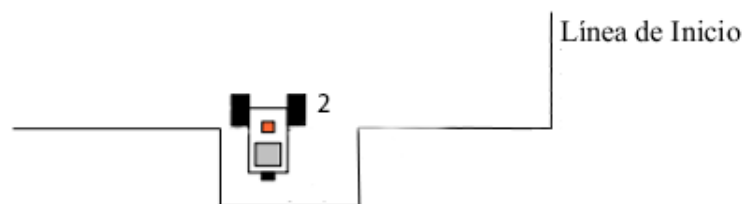

Figura 2.4: Diagrama del aparcamiento - Paso 2.
2. Girar a la derecha hacia atrás, hasta quedar en la posición que se muestra en la Figura 2.4.